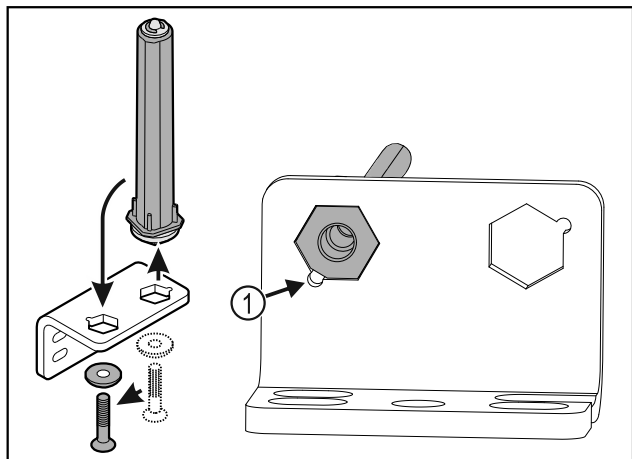

Fig. 22
- ▶ 在安装时请注意，让螺栓斜面 Fig. 22 (1) 朝向圆孔。